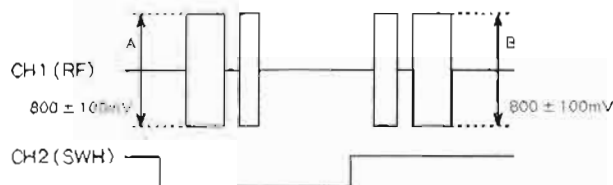

Fig. 5-9
- 3). Adjust trimmer resistor R121 so that levels A and B of the output waveform (1.57 MHz) are 800 ± 100 mV, as shown in Fig. 5-9. At this time, if the difference in output level between A and B is too great for both of them to fall within the standard range, match the higher to the standard value.
- 3). 図5-9のように、出力波形 (1.57MHz) A、Bのレベルが 800 ± 100 mV になるように半固定抵抗 R121 を調整する。このとき、AとBの出力差が大きき規格値に入らない場合は、大きい方のレベルを規格値に合わせるように調整する。